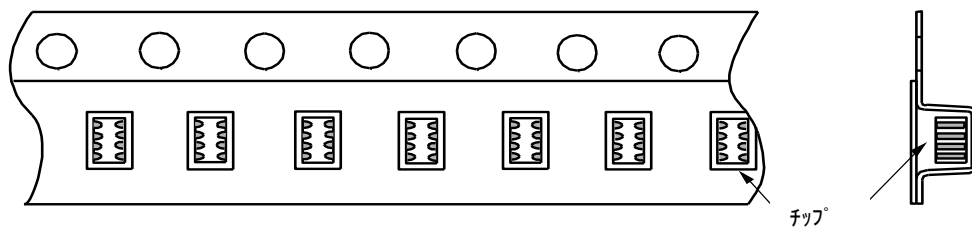

図2 リール寸法図
- 1.11 リールは、樹脂製を使用し外観及び寸法は図2のとおりとします。